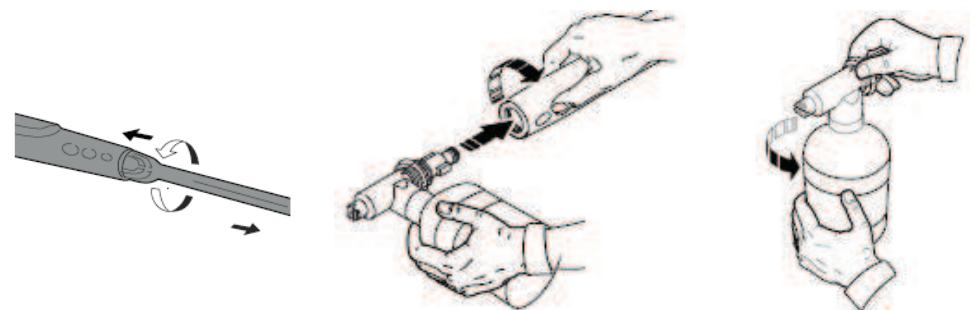

рис. 4
- подсоедините бутыль с моющим средством к насадке распылителю и зафиксируйте с помощью фиксатора соединений как показано на рис. 4;